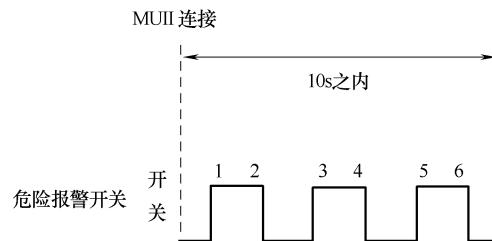

图 2-8 按下危险报警灯的间隔示意
- 4) 在 10s 之内按下危险报警灯开关 6 次 (图 2-8)